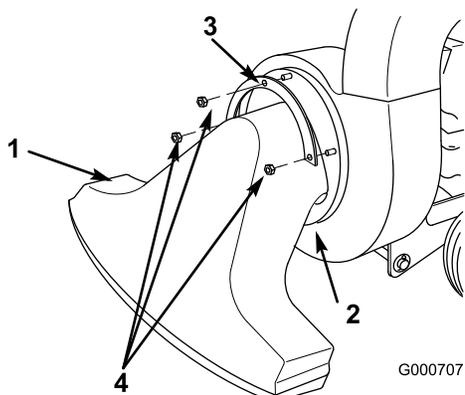

Figure 33
6. Déposez la buse d'aspiration (Figure 33).
- Dégagez le sac de l'éjecteur et déposez l'éjecteur (Figure 33).